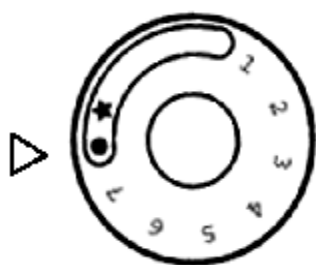

Рисунок 4
2.3.4 Изначально ручка управления находится в положении «Точка» (рисунок 4). Запальная и основная горелки погашены (подача газа к ним заблокирована).
2.3.7 Выключение аппарата производится поворотом ручки управления в положение «Точка» (рисунок 4). При этом запальная и основная горелка (если горят) погаснут.